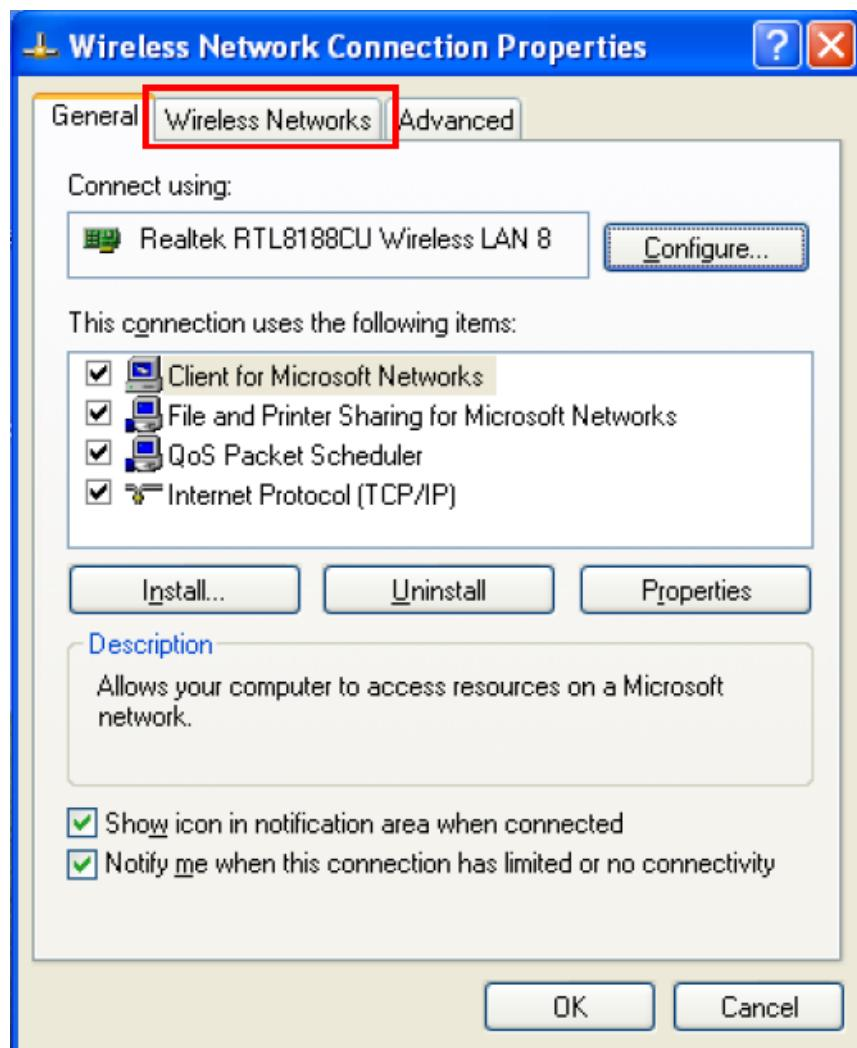

Figura 10
- ③ Cuando aparezca la caja de diálogo haga clic en “Wireless Networks”, en la parte superior de la caja de diálogo (como se muestra en la Figura 10).